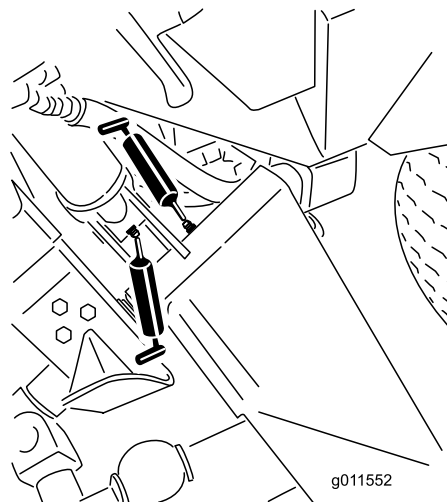
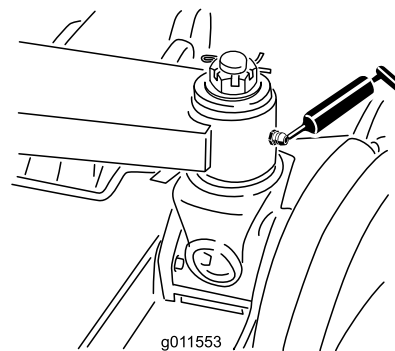

Figure 44
Figure 45
- Bagues de bras de relevage principal (6) (Figure 44 et Figure 45)